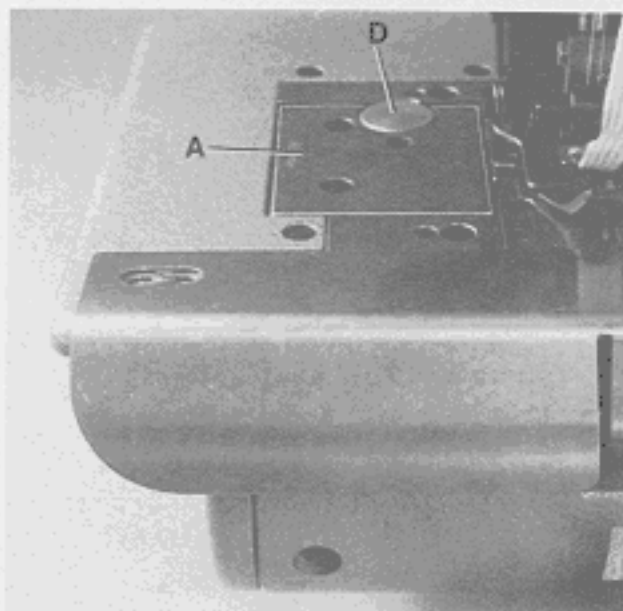
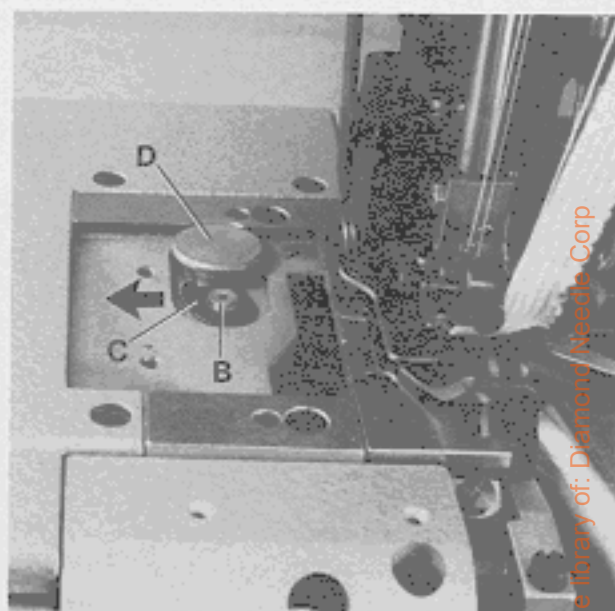
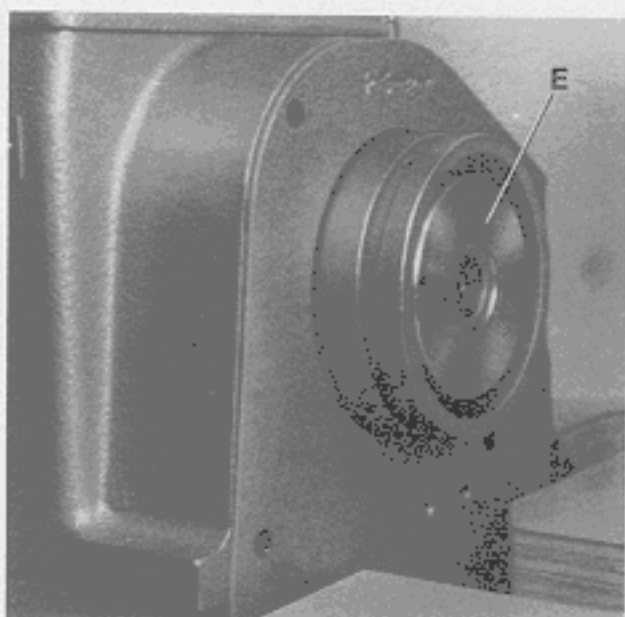

Fig.33
Fig.34
Fig.35
Before the machine leaves the factory, the stitch length change mechanism is locked. After removing cover (A, Fig. 33) and loosening screw (B, Fig. 34) lever (C) can be swung in the direction of the arrow to the left to unlock the stitch length change mechanism. The required hexagon socket wrench is a component of the machine accessories.
The stitch length is changed by slightly pressing push button (D, Fig. 33 and 34) and simultaneously rotating pulley (E, Fig. 35). Within one revolution of the pulley push button (D, Fig. 33) engages and the stitch length change starts. Rotating pulley clockwise shortens the stitch, rotating it counter-clockwise increases the stitch.
Vor dem Versand der Maschine wird die Stichlängenverstellung blockiert. Entfernt man den Deckel (A, Fig. 33) und löst die Schraube (B, Fig. 34), kann der Hebel (C) in Pfeilrichtung nach links geschwenkt werden und die Arretierung der Stichlängenverstellung ist aufgehoben. Der benötigte Sechskantschraubendreher ist im Zubehör der Maschine enthalten.
Die Stichlänge wird durch leichtes Drücken auf den Knopf (D, Fig. 33 und 34) und gleichzeitiges Drehen des Handrades (E, Fig. 35) eingestellt. Nach spätestens einer Umdrehung des Handrades rastet der Knopf (D, Fig. 33) ein und die Stichverstellung beginnt. Drehen des Handrades im Uhrzeigersinn verkleinert den Stich, drehen im Gegenuhrzeigersinn vergrößert ihn.